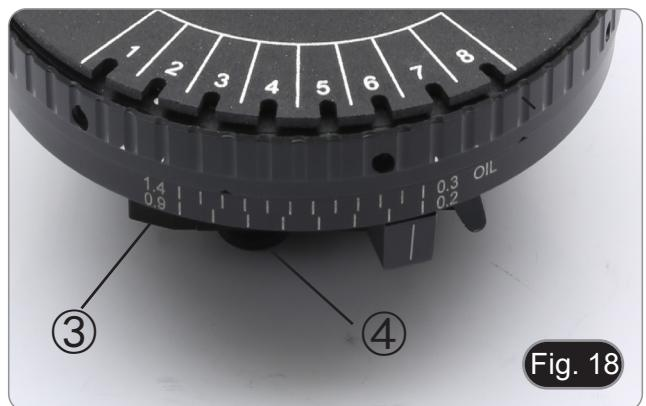

Fig. 18
3. Poussez la commande du polariseur ③ pour l'insérer dans le chemin optique. (Fig. 18)
5. Desserrer la vis de fixation de la rotation du polariseur ④. (Fig. 18)